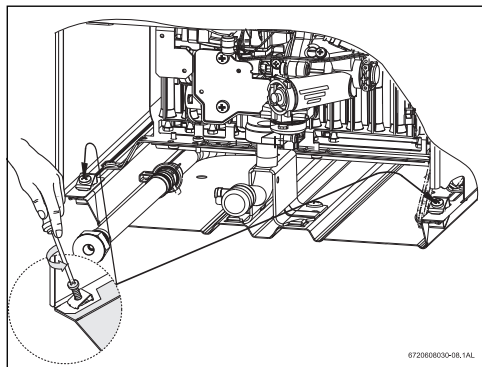

Fig. 6 Retrait du capot avant
- Dévissez les vis de fixation du capot, comme indiqué à la Fig. 6.